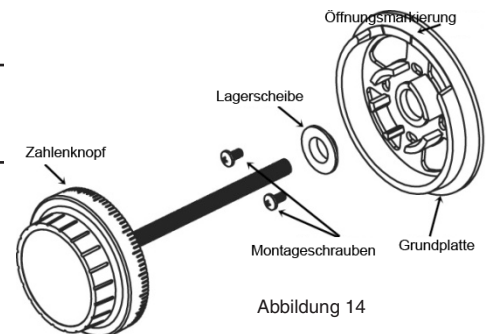

Abbildung 14
3. Installieren Sie den Zahlenknopfring auf die Bohrung zentriert und verschrauben Sie diesen, mit den beiden mitgelieferten Schrauben, mit der Tresortür. Die Öffnungsmarkierung muss sich auf der 12-Uhr-Position befinden (Abbildung 14).